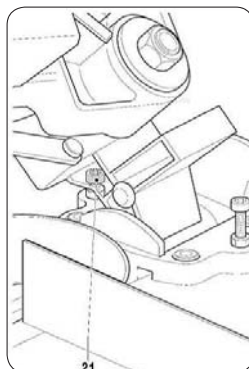

FIGURA 8.4
4. Ajuste o ângulo da serra 45° - Figura 8.4
- Afrouxar manípulo trava-ângulo (6) e virar a mesa para o ângulo de inclinação absoluta.
- Verificar o ângulo de inclinação usando a escala (7) se o ângulo não mede 45° ajuste:
- Afrouxe a contra porca e aperte ou afrouxe parafuso de ajuste até conseguir um ângulo de 45°. Aperte a contra porca Figura 8.4.